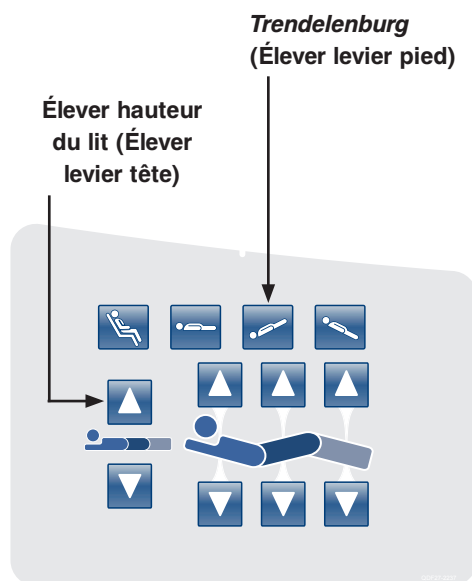

Figure 20 : Panneau de contrôle de côté de lit de tête - (Côté droit illustré)
21. Placez le lit à sa hauteur maximale en appuyant simultanément sur les boutons «*Trendelenburg* (Élever levier de pied)» et «Élever hauteur du lit (Élever levier de tête)» tel qu'illustré à la Figure 20.